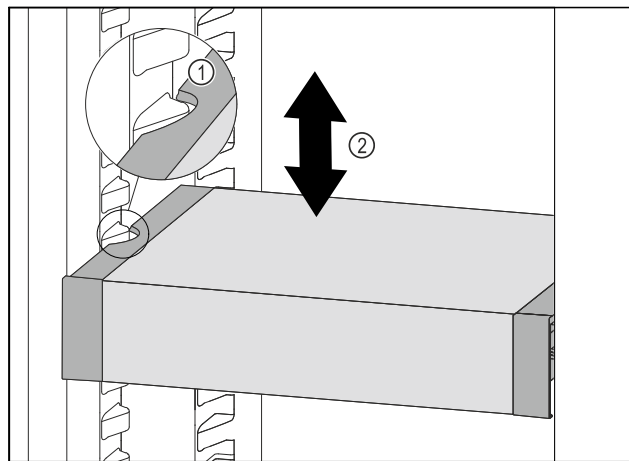

Fig. 41
- ▶ VarioSafe w chłodziarce przesunąć w górę lub w dół, aż zostanie osiągnięta żądana wysokość. Fig. 41 (2)